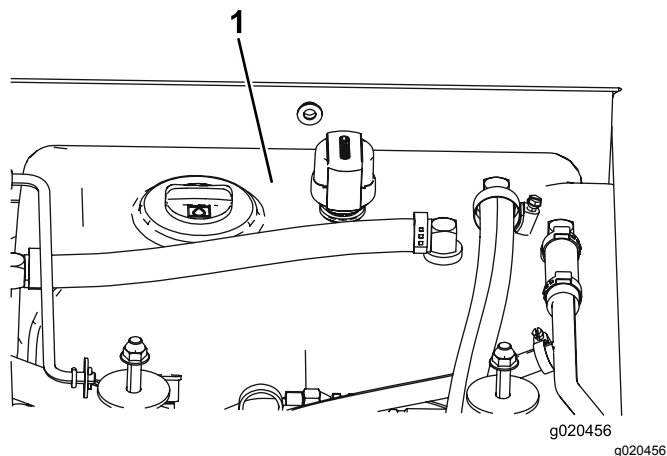

Figura 80
4. Riempite il serbatoio (Figura 80) di fluido idraulico; fate riferimento a Controllo del fluido idraulico \(pagina 65\).